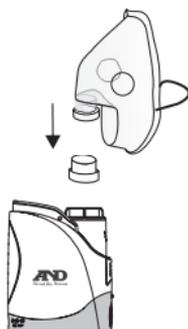

Рисунок 5
- Для обеспечения плотного присоединения прикладывайте достаточные усилия для соединения маски с емкостью для лекарства (см. рис. 5).